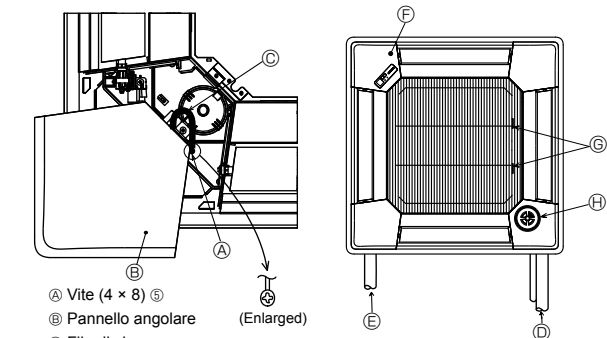

Fig. 5-9
5.5. Installazione della griglia di ingresso (Fig. 5-9)